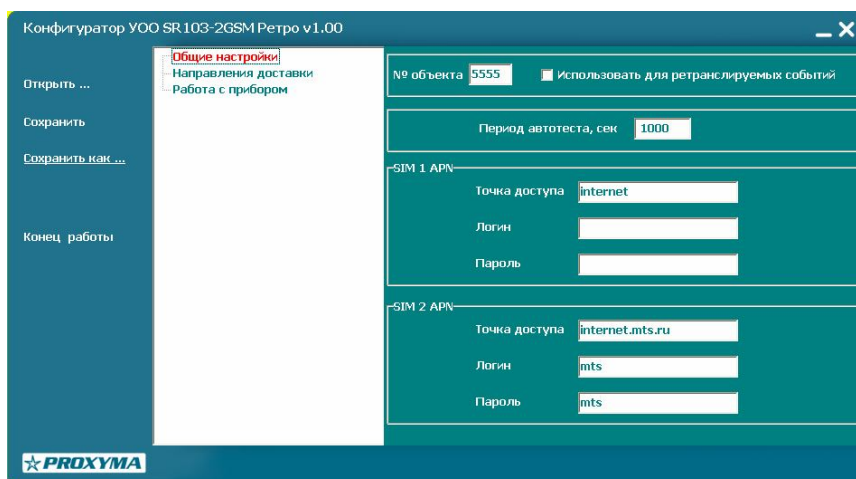

Рис. 4. Экран общих настроек УОО.
3.2.1 В общих настройках, как показано на рис. 4, задается «№ объекта», который может быть подставлен в ретранслируемую телеграмму вместо номера внешнего ППК, если указано «Использовать для ретранслируемых событий». Если это не указано, то телеграмма ретранслируется без изменений. В номере объекта, согласно стандарту Ademco, можно использовать только цифры 0-9 и буквы В-F.